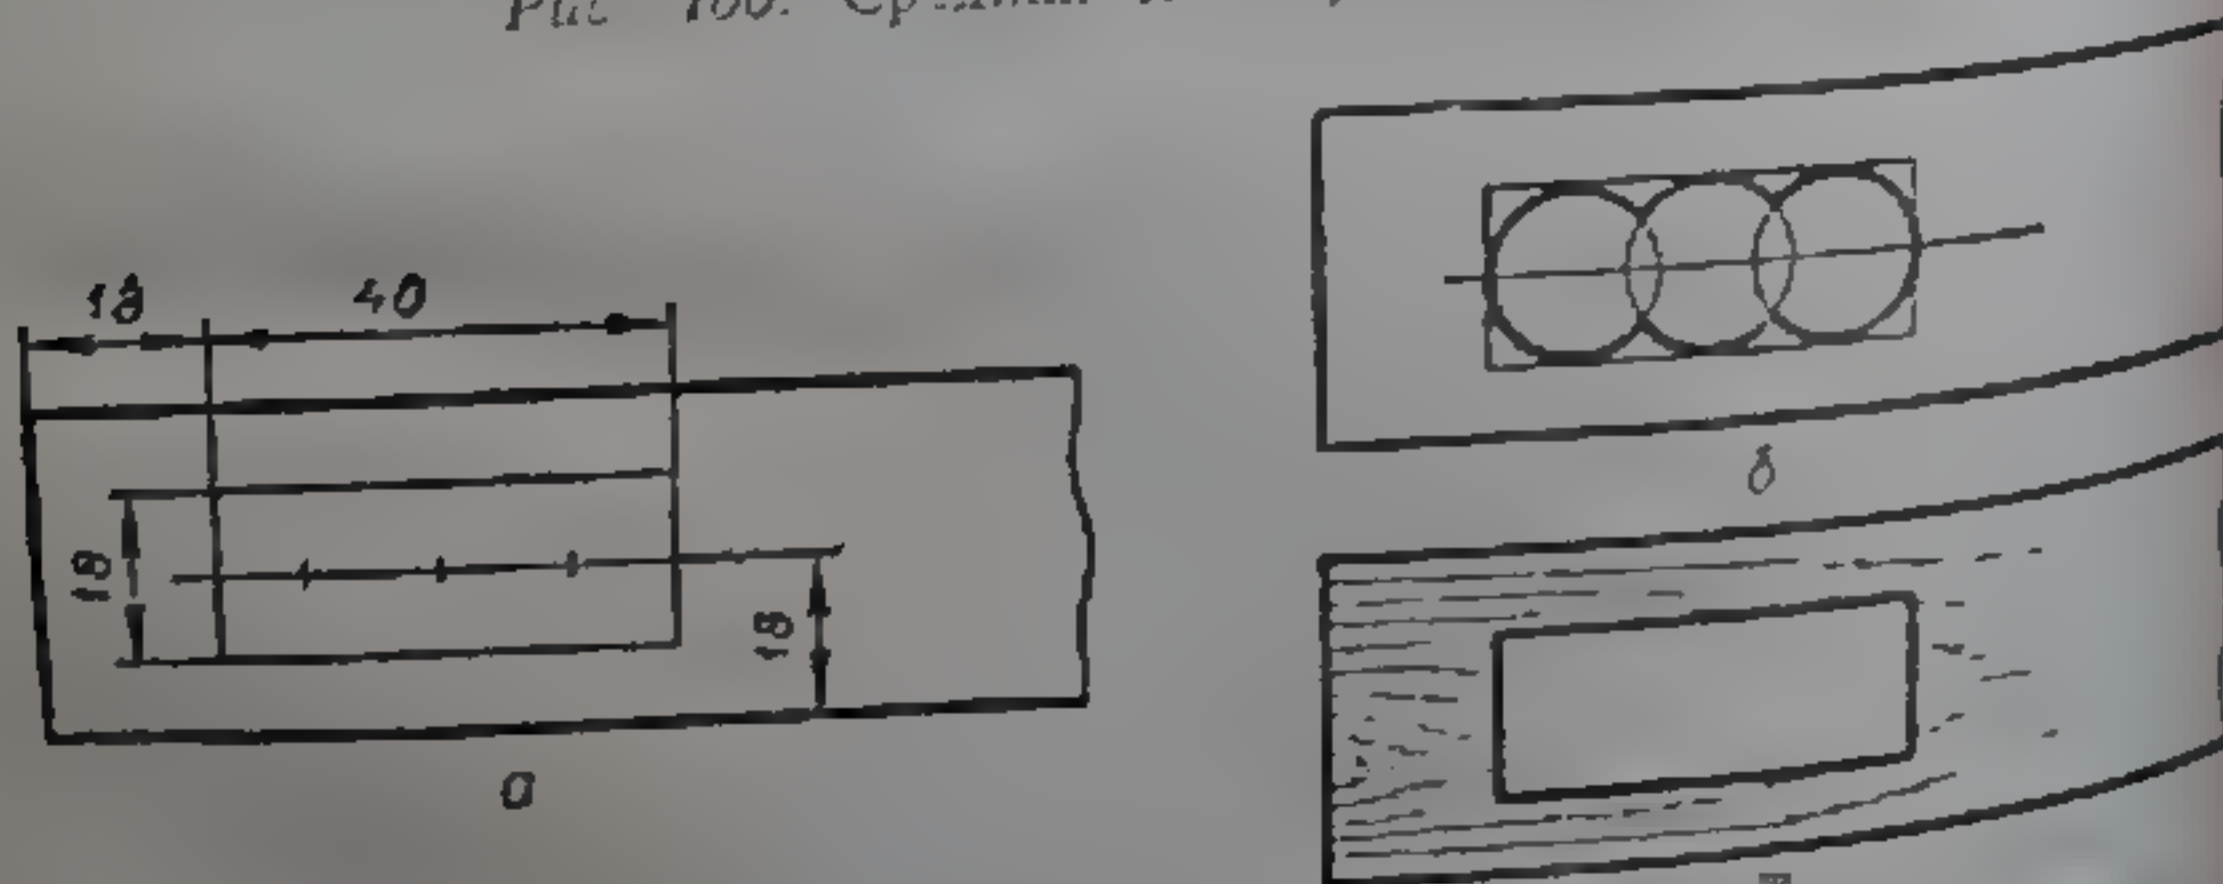

Рис. 101. Последовательность выполнения прямоугольного отверстия
1. Разметить прямоугольное отверстие, провести осевую линию и наметить центры отверстий (рис. 101, а).
2. Просверлить сквозные отверстия (рис. 101, б).
3. Подчистить отверстие стамеской (рис. 101, в).